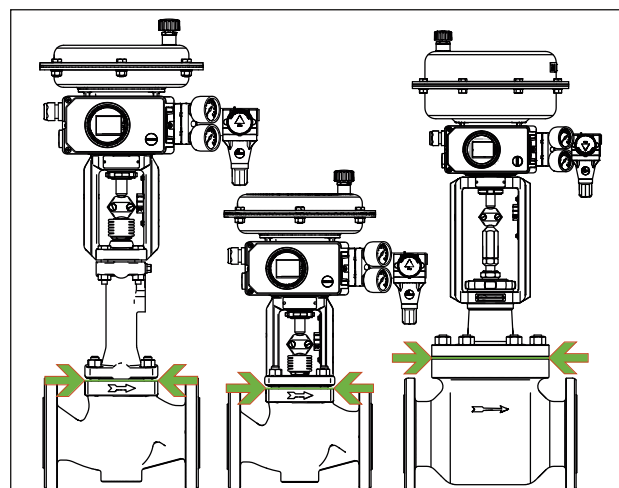

Fig. 13: Limite de isolamento para válvulas de controlo (exemplo apresentado)
- ⇒ *Isole apenas as válvulas de controlo até ao flange do castelo do corpo da válvula (consulte a Fig. 13). Isto também se aplica às versões com fole de vedação ou secção isolante a temperaturas médias inferiores a 0 °C ou superiores a 220 °C. Se a secção isolante estiver isolada, não funcionará corretamente.*